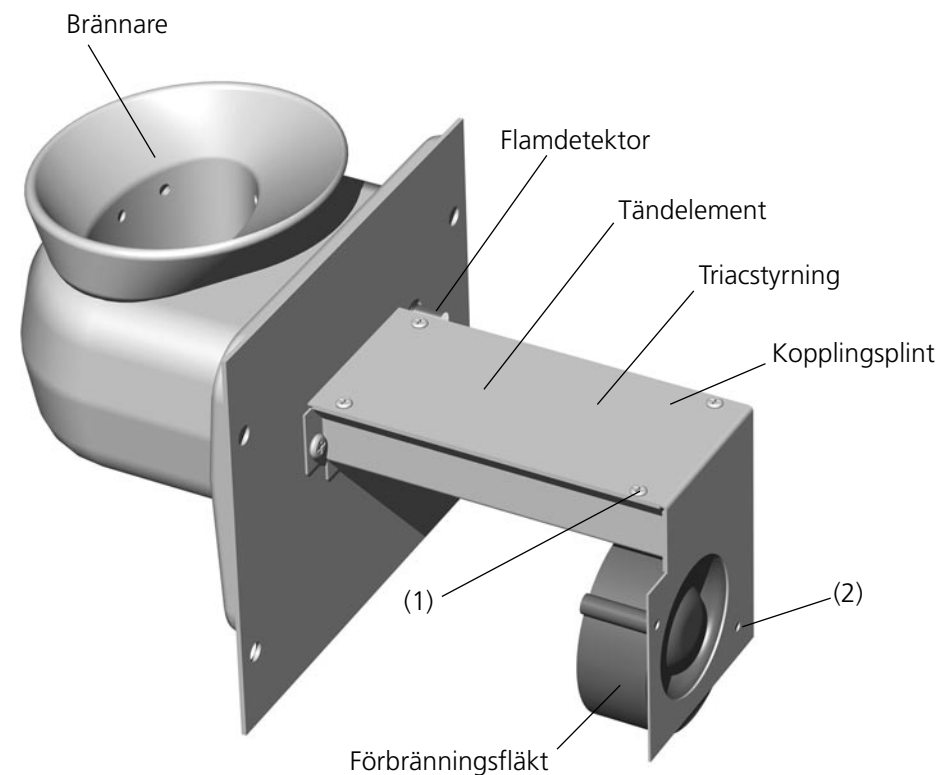

Fig. 9
2. Lossa de fyra skruvarna som håller brännarens fläns mot kaminväggen (fig 9).